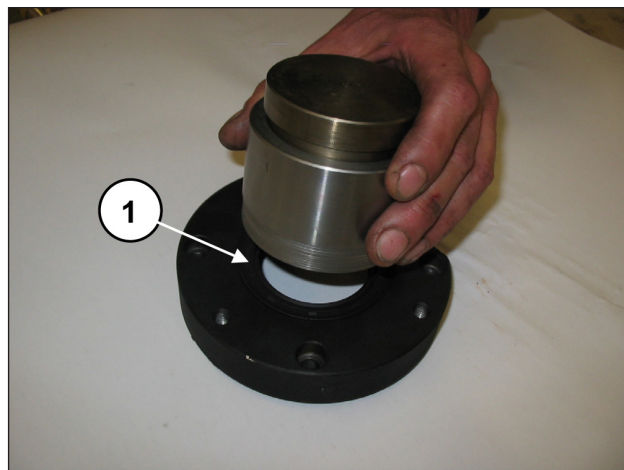

Fig. 64
Premontare i coperchi cuscinetto PTO destro e sinistro: Inserire l'anello di tenuta radiale all'interno del coperchio cuscinetto PTO mediante l'utilizzo dell'attrezzo cod. 27539500 (pos. ①, Fig. 64).